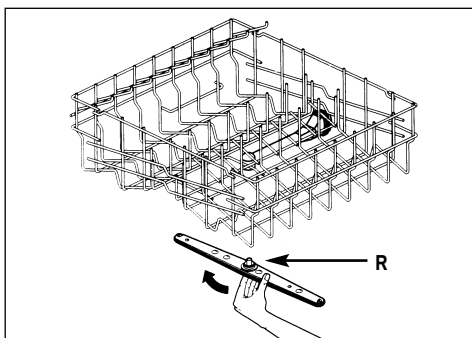

fig. 14
- Retirez le gicleur supérieur en dévissant le verrouillage (R) (voir fig. 14).